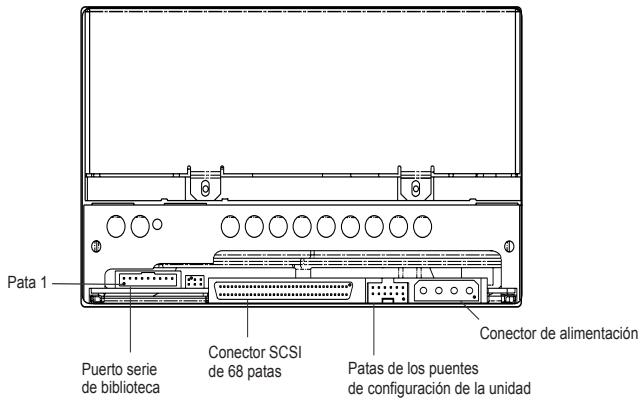

Figura 5. Vista posterior de la unidad interna LTO-3
2. Conecte el cable de interfaz SCSI al conector de interfaz SCSI de 68 patas en la parte posterior de la unidad (consulte la figura 5 a continuación).
La unidad interna LTO-3 incluye una interfaz serie RS-422 para bibliotecas de cintas. Este conector es un conector con carcasa polarizada de 10 patas de 2 mm en línea. Se encuentra en el lado inferior izquierdo de la parte posterior de la unidad (consulte la figura 5 en la página 20). La tabla 2 a continuación muestra las descripciones de las patas para el conector de interfaz serie.
Conecte un cable de alimentación de cuatro patas al conector de alimentación de la parte posterior de la unidad. La figura 5 en la página 20 muestra la ubicación del conector de alimentación.